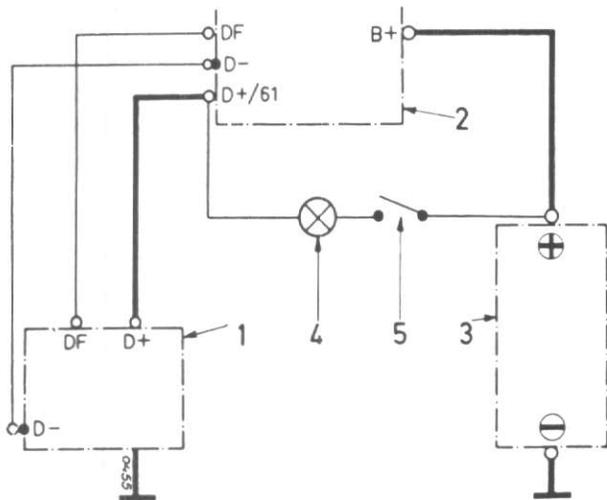

Figure 2
- La génératrice est correctement reliée au régulateur et qu'elle est bien mise à la masse, fig. 2.